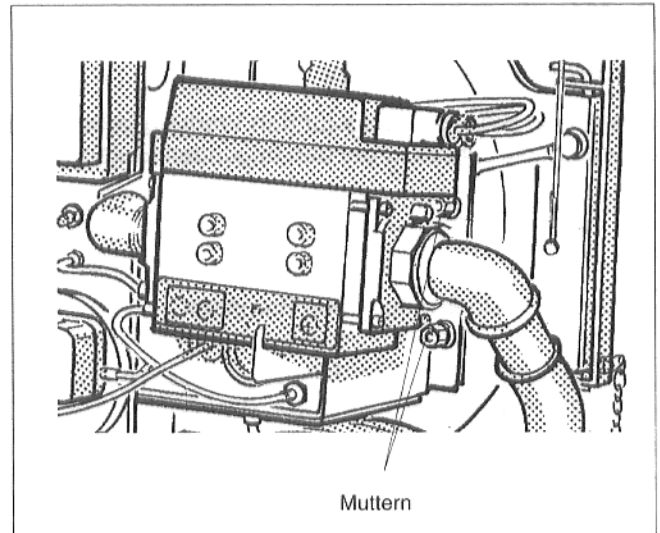

Abb.15: Muttern Brennergehäuse
- Gasanschluß und Muttern Brennergehäuse lösen (Abb.15).